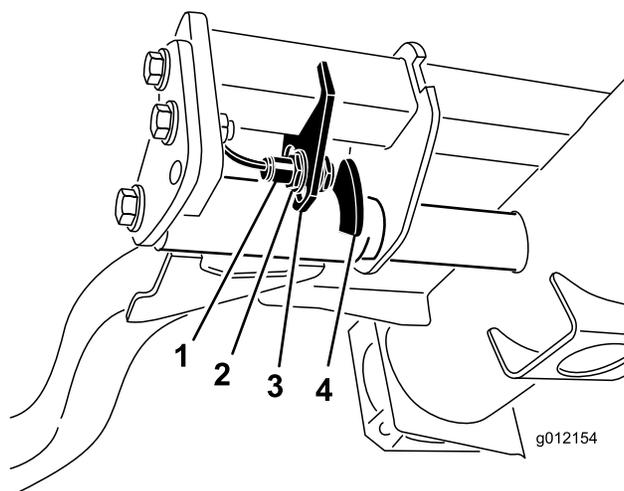

Figura 35
2. L'interruttore del braccio di sollevamento è situato sotto il serbatoio idraulico, dietro il braccio di sollevamento anteriore destro (Figura 35).
3. Allentate le viti di attacco dell'interruttore (Figura 35) e abbassate l'interruttore per aumentare l'altezza d'inversione del braccio di sollevamento, o alzate l'interruttore per ridurla. Serrate le viti di fissaggio.